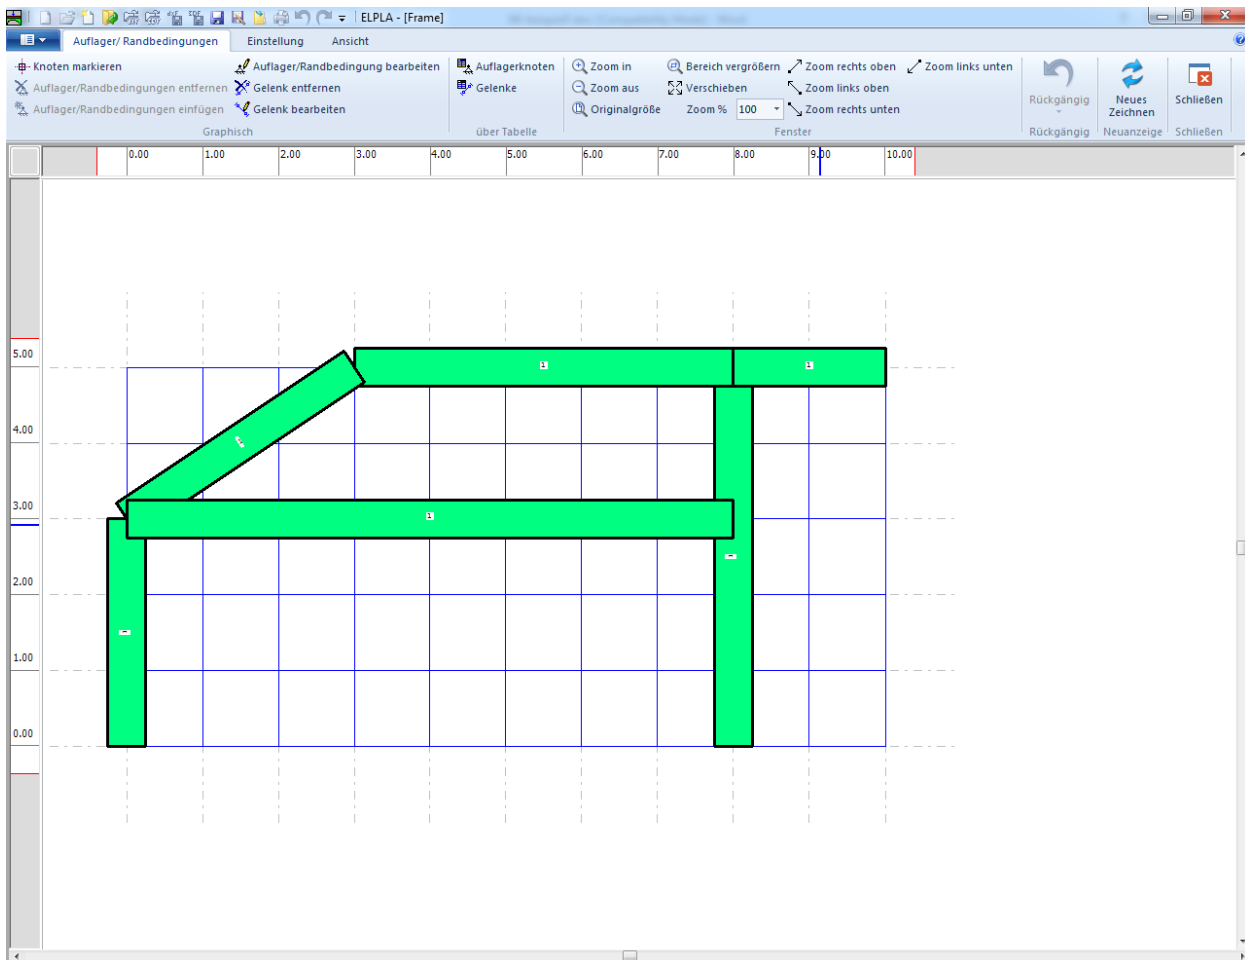
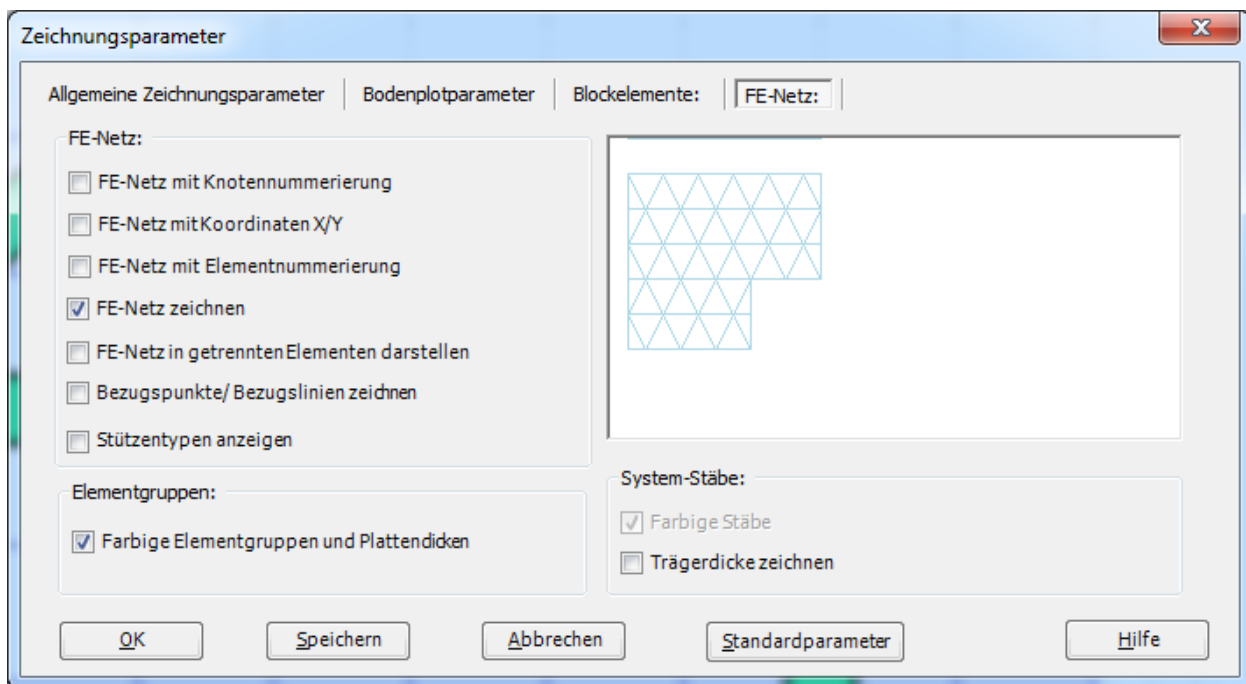

Bild 7.18 "Auflager/ Randbedingungen" Fenster
Bild 7.19 Dialogfeld "Zeichnungsparameter"
- Wählen Sie "Auflager/ Randbedingungen" aus der Registerkarte "Daten". Das folgende Fenster im Bild 7.18 erscheint
ELPLA kann die Stäbe, Auflager und Lasten in einer Darstellung zusammen anzeigen. Dadurch kann der Benutzer während der Eingabe der Auflager oder Lasten leicht die Standorte von Auflagern oder Lasten in Bezug auf Stäbe definieren. Wie in Bild 7.18 gezeigt, werden die Stäbe mit der tatsächlichen Dicken gezeichnet.
- Wählen Sie den Befehl "Zeichnungsparameter" aus dem Menü "Optionen" (Bild 7.18). Das folgende Dialogfeld im Bild 7.19 erscheint